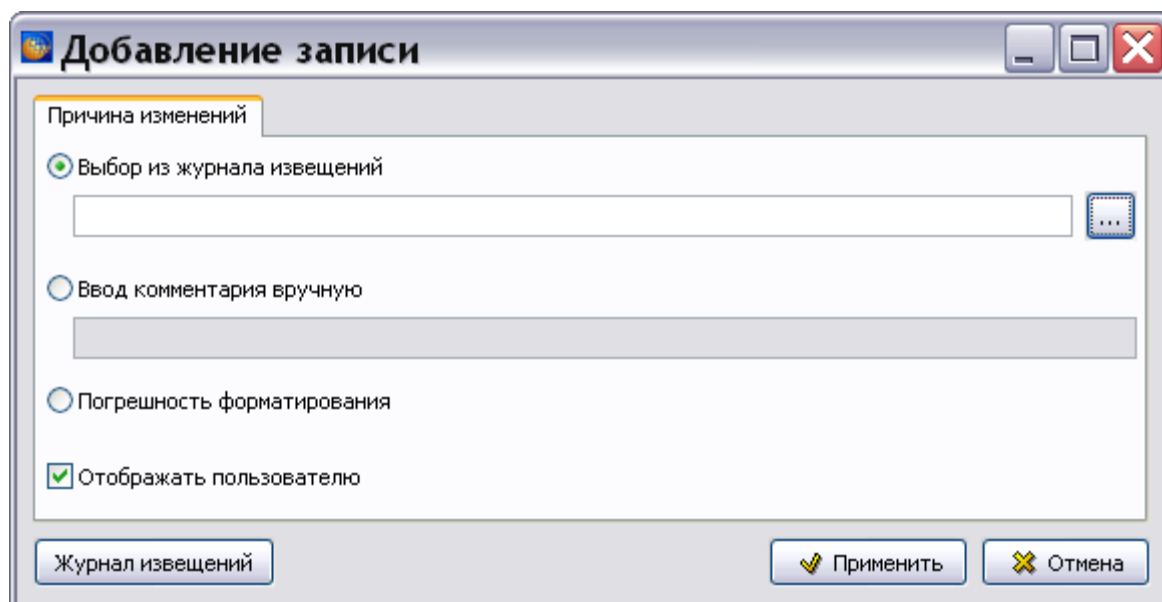

Рис. 20.23
6. В окне **Добавление записи** сделайте одно из действий (Рис. 20.23):